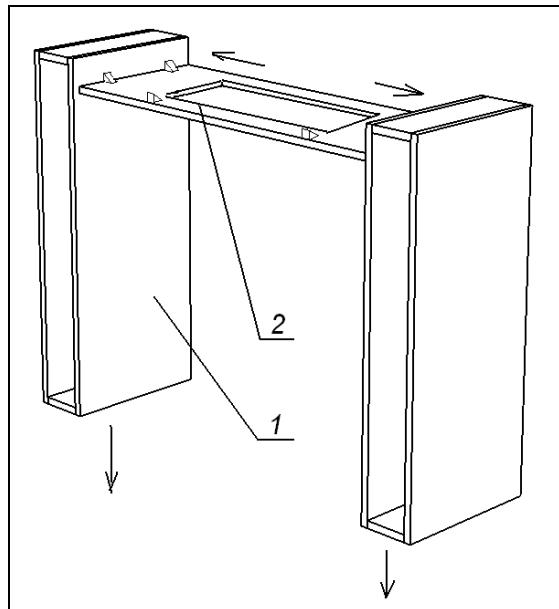

Рис. 35
- в горизонтальном щите (2) вырезать отверстие под вытяжной механизм;
- соединить элементы (1) и (2) с помощью шкантов и пластмассовых монтажных уголков. Собранную конструкцию установить на столешнице и закрепить через нижние горизонтали элементов (1) шурупами 4x35 (Рис. 35)